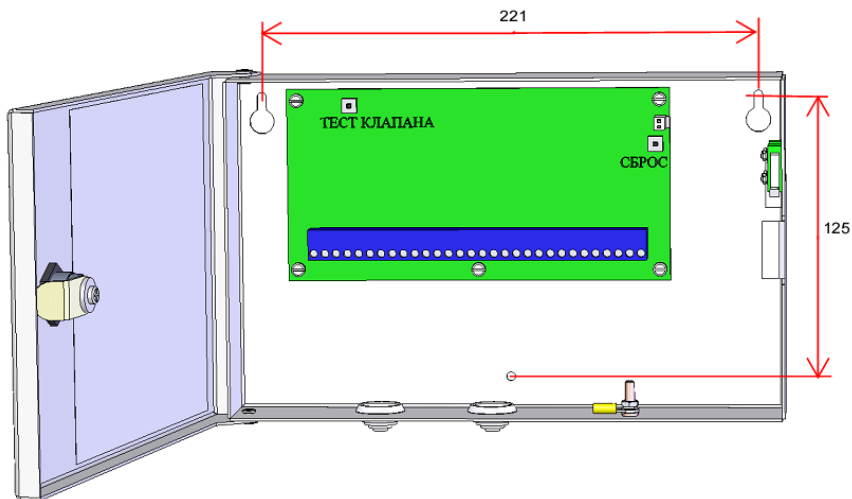

Рис.3.3 Прибор этажный ИЮЛГ 3.001.500/ ИЮЛГ 3.001.500-1
3.2 Конструктивно этажный прибор выполнен в виде законченной конструкции (рис. 3.3), состоящей из корпуса и печатной платы.